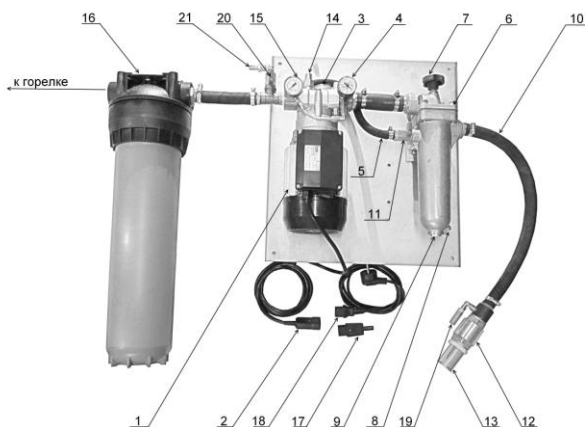
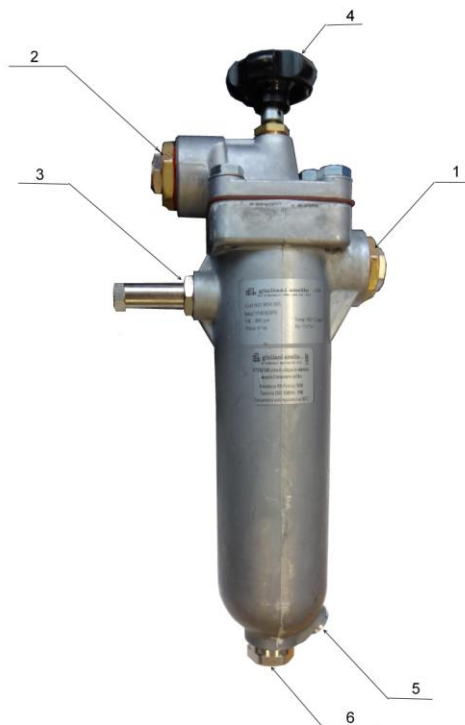

Рис. 15. Блок топливного насоса.
Рис. 16. Самоочищающийся фильтр.
Топливо забирается из расходного бака (*температура топлива не менее +12С*) топливным насосом (Рис.15 поз.3). Проходит через плавающий топливозаборник (Рис.15 поз.10) состоящий из сетчатого фильтра (Рис.15 поз.13), обратного клапана (Рис. 15 поз.12) , разгрузочного клапана (Рис. 15 поз.19), шлага 2,5 м. Затем топливо очищается в самоочищающимся фильтре (Рис. 15 поз.6) и поступает в топливный насос (Рис.15 поз.3). Излишки топлива по трубопроводу циркуляции (Рис.15 поз.5) сбрасываются в самоочищающийся фильтр (Рис.16 поз.3). Разряжение на всасе насоса измеряется вакууметром (Рис.15 поз.4). Если разряжение более 0,5 бар произведите очистку сетчатого фильтра (Рис.15 поз.13) и самоочищающегося фильтра (Рис.16) провернув 4-5 раз маховик фильтра (Рис.16 поз 4).
Из насоса (Рис.15 поз.3) топливо подается через регулятор давления топлива (Рис.15 поз.14) в фильтр тонкой очистки (Рис.15 поз. 16) и поступает в горелку. Для увеличения давления поворачивайте регулировочный винт (Рис.15 поз.14) по часовой стрелке, для уменьшения против часовой. Давление топлива контролируйте по манометру (Рис.15 поз.15). Давление топлива после регулятора давление должно быть 3-4 бара.
***Ежедневно проворачивайте маховик самоочищающегося фильтра (Рис.16 поз.4) 4-5 раз. Не реже одного раза в неделю сливайте конденсат и отложения, отвернув дренажную заглушку (Рис.16 поз.5, 6)***
При сильном загрязнении фильтра на всасе топливного насоса (Рис.15 поз.13), самоочищающегося фильтра (Рис.16), фильтра тонкой очистки (Рис.15 поз.16) возрастает усилие на валу насоса, что ведет к перегреву и выходу из строя электродвигателя и топочного автомата. Для предотвращения данной ситуации в электрическом шкафе горелки (Рис.6 поз.1) установлен автомат с надписью «НАСОС», который при увеличении токовой нагрузки отключит электродвигатель топливного насоса.
***При срабатывании автомата «НАСОС» немедленно произвести чистку фильтра на всасе топливного насоса (Рис.15 поз.13), самоочищающегося фильтра (Рис.16), замену картриджа фильтра тонкой очистки (Рис.21 поз.3).***
3.5.2. Заполните топливом всасывающий трубопровод, самоочищающийся фильтр, насос, фильтр тонкой очистки и топливный бак Горелки. Для чего в комплекте топливного насоса предусмотрен кабель с вилкой прямого питания от сети 220 В (Рис.15 поз.18), соедините кабель с разъемом топливного насоса (Рис.15 поз.2). На топливном баке Горелки есть кран сброса воздуха (Рис. 6 поз. 11). Подключите топливный насос напрямую к сети 220 В и откройте кран сброса воздуха. Когда топливная система заполнится, через шланг начнет стекать масло с пузырьками воздуха. После удаления воздуха закройте кран (Рис. 6 поз. 11). Питание насоса подключите по постоянной схеме.
Если топливный насос (Рис.15 поз.3) сразу не захватил топливо, то нужно удалить из него воздух. Для чего закройте кран на самоочищающемся фильтре (Рис.15 поз. 11), отсоедините трубопровод циркуляции фильтр-насос (Рис.15 поз.5), полностью выкрутите винт регулятора давления (Рис.15 поз. 14) и спускайте воздух до появления масла. После чего присоедините трубопровод циркуляции фильтр-насос (Рис.15 поз.5) откройте кран на самоочищающемся фильтре (Рис.15 поз. 11) и винт регулятора давления (Рис.15 поз. 14) установите в изначальное положение.
Давление топлива после насоса (Рис.15 поз.3) должно быть 3-4 бара, разрежение на всасе топливного насоса (Рис.17 поз.4) не более 0,5 бар.
- следить за показаниями вакуумметра на топливном насосе. При разрежении минус 0,4 бар необходимо очистить фильтр на входе насоса (Рис. 15 поз 13) и повернуть 5-6 раз маховик самоочищающегося фильтра;
- проворачивать маховик самоочищающегося фильтра (Рис.16 поз.4) 5-6 раз один раз сутки, даже если горелка не эксплуатируется;
- не реже, чем 1 раз в неделю сливать конденсат и грязь из самоочищающегося фильтра, отвернув дренажную заглушку (Рис.16 поз.5)